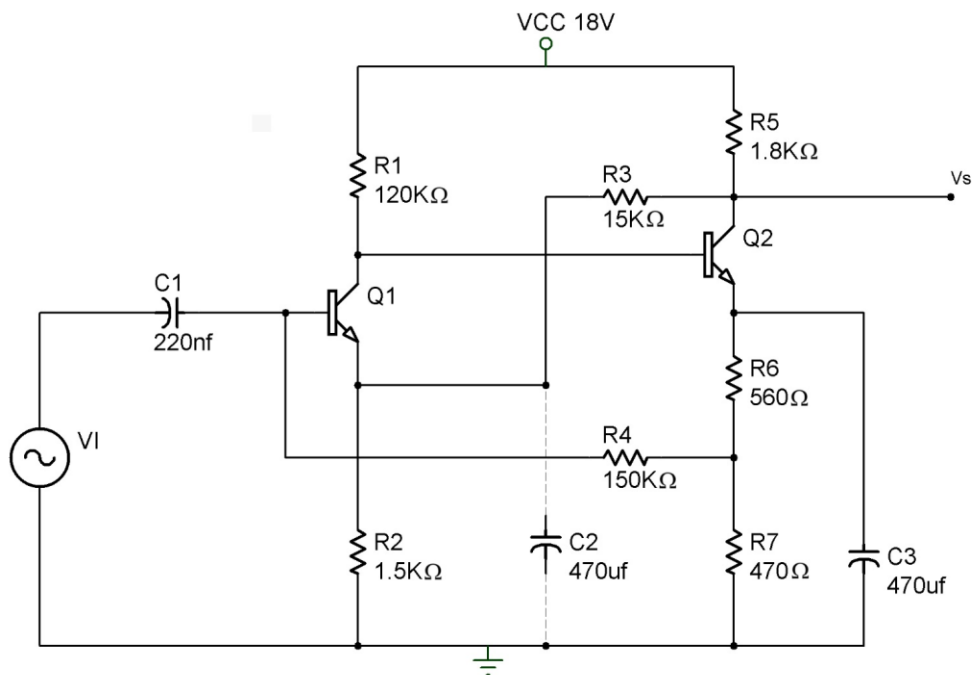

Figura 8.1
2. Desarrollar el análisis teórico de la Figura 8.1, mismo que deberá ser entregado al profesor del laboratorio al inicio de éste.
3. Realizar la simulación del circuito de la Figura 8.1.
1. Arme el circuito de la figura 8.1.
- ¿Qué efecto tendría en el circuito de la Figura 8.1 que el capacitor C_2 estuviera en corto?